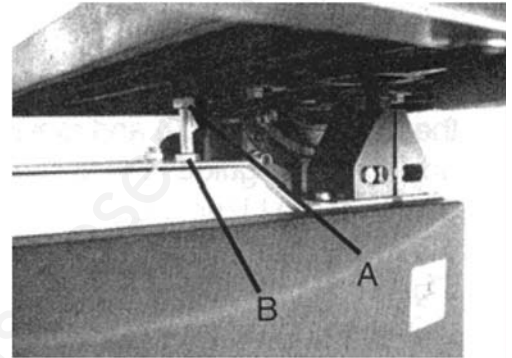

Fig. 8 : Réglage de la table à 90°
En réglant la vis de butée, vous pouvez facilement et rapidement régler la table de sciage horizontalement ou à un angle de 90° par rapport à la lame de scie. La vis de réglage se trouve sous la table de sciage, voir figure 8.
1. Commencez par desserrer l'écrou de serrage (fig. 8, A).
2. Réglez la vis (fig. 8, B) de manière à ce que l'angle entre la table et la lame de scie soit de 90°. Contrôlez éventuellement avec une équerre.
3. Pour terminer, resserrez l'écrou de serrage (fig. 8, A).